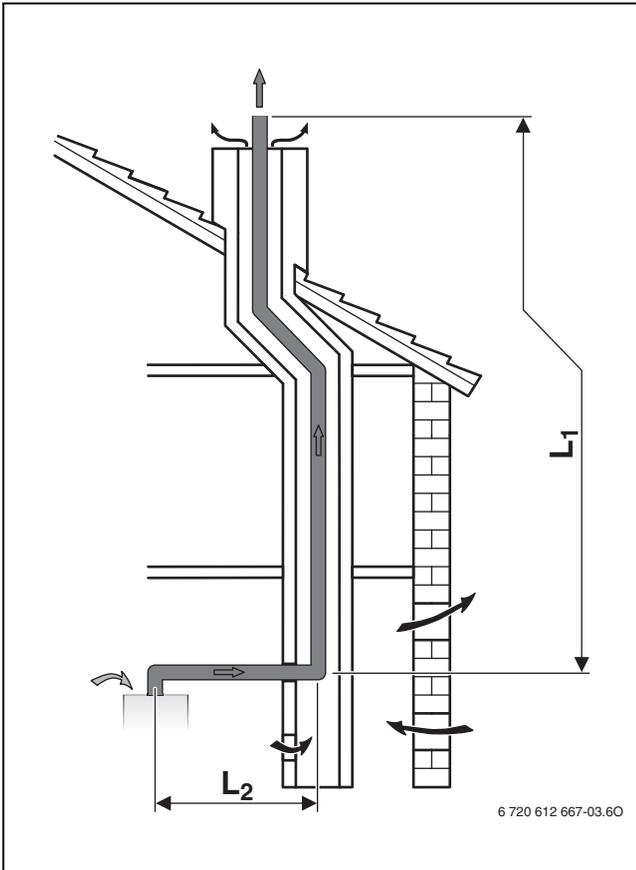

Fig. 15 Configuration  $B_{23p}$  horizontale
- Si les produits de combustion sont évacués dans un conduit ventilé (→ fig. 15 et 16), le nettoyage n'est pas nécessaire.